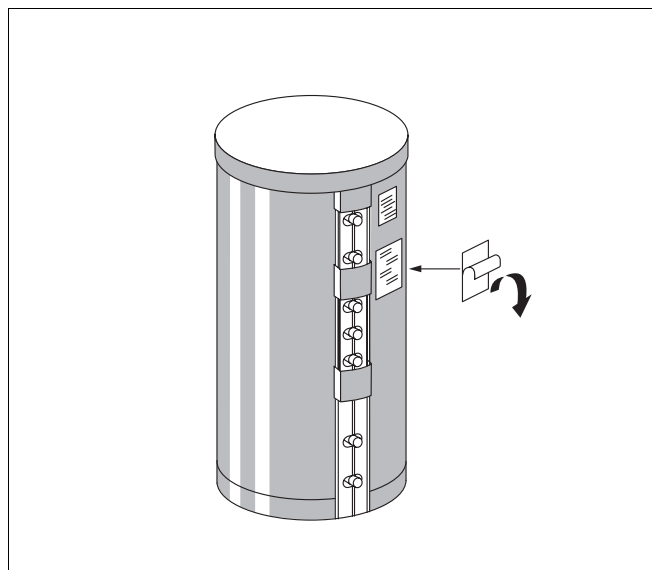

Fig. 8 Påsætning af typeskilt
- Træk beskyttelsesfolien på bagsiden af, og klæb typeskiltet på under det lille typeskilt, der i forvejen sidder på beholderen (fig. 8).